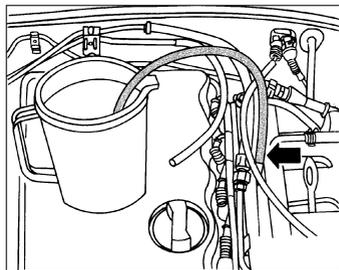

图1-15 从燃油分配管上拔下回油管
① 如图1-15所示,从燃油分配管上拔下回油管。
② 将图1-15箭头所示的辅助软管,装到燃油分配管上,然后将软管放入一量杯。